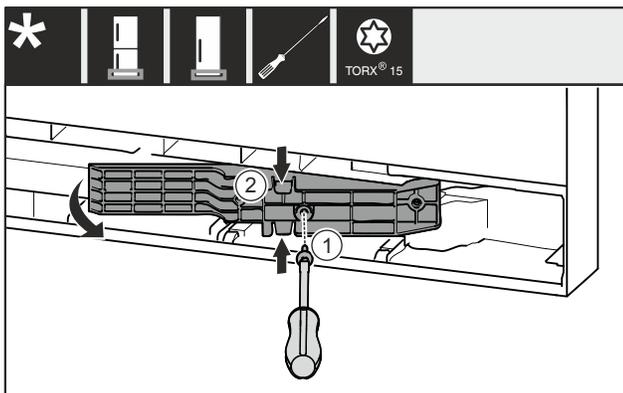

Fig. 20 *
- ▶ Schraube Fig. 20 (1) entfernen.*
- ▶ Adapterstück Fig. 20 (2) oben und unten leicht zusammendrücken und herausziehen.*